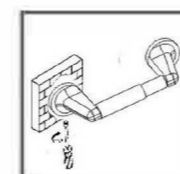

FIGURE 6
- Ensamble la barra del toallero o del sujetador de papel entre las dos terminales y posicónela sobre los soportes de montaje. Atornille las terminales con los tornillos que se incluyen. (ILUSTRACIÓN 6)
- Assemble the bar between the 2 posts and position over wall brackets, screw the posts with the screws provided. (FIGURE 6)